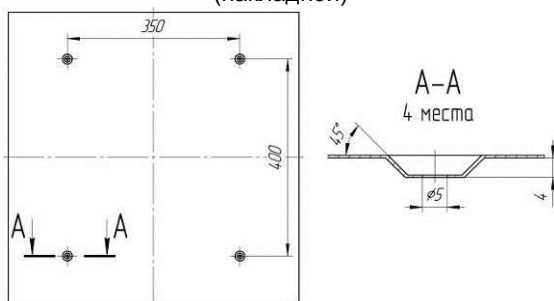

Рисунок 5. Расположение установочных отверстий на корпусе светильника Econex Office 595/S для накладного монтажа.
6.2.1. Для установки светильника в накладном варианте, необходимо отсоединить торцевую панель и аккуратно снять рассеиватель. Надежно закрепить на ровной поверхности корпус светильника при помощи комплекта креплений, габариты для монтажа см. рисунок 5 и 6.